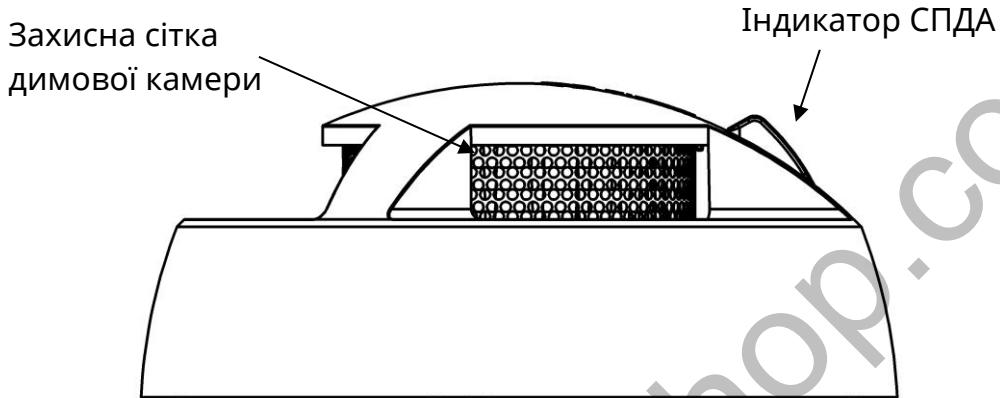
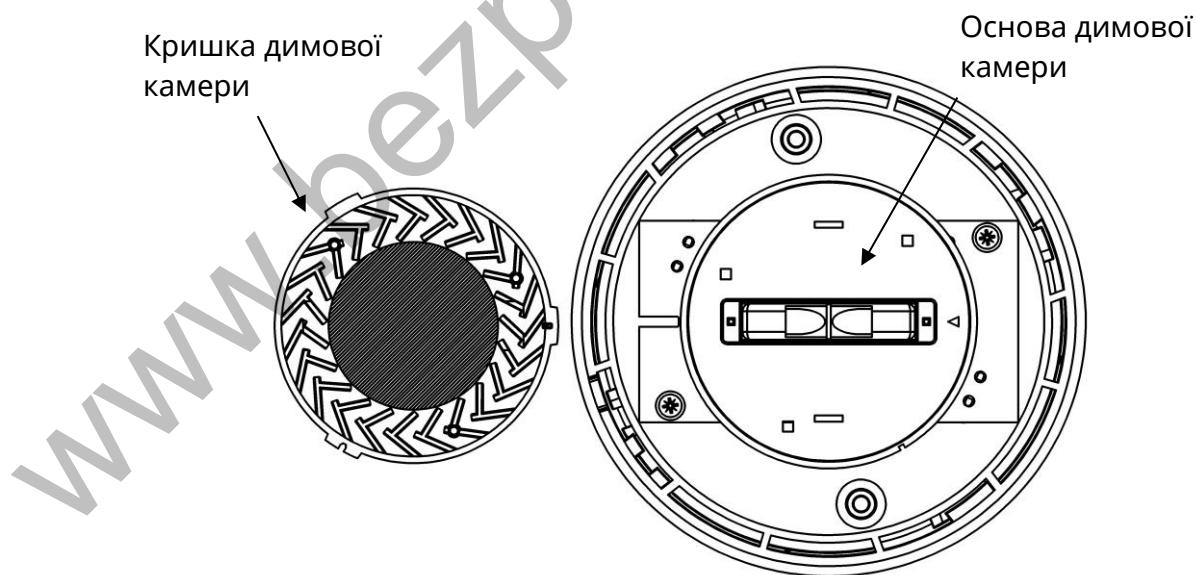

Рисунок 2 – Вигляд СПДА збоку
Рисунок 5 – Димова камера СПДА у відкритому стані
4.3 Для індикації режимів роботи та стану СПДА використовуються світлодіодні індикатори, об'єднані одним світлопроводом, вмонтованим в кришку (рис.2):
- 3) зняти захисну сітку (рис. 2) з димової камери, потім зняти кришку димової камери, відтягуючи її від основи (рис. 5);